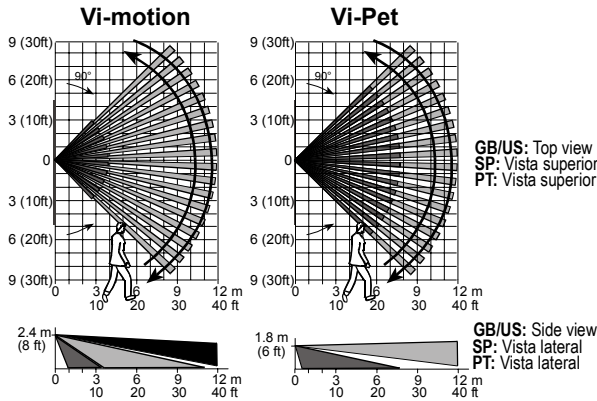

Fig. 2 - Coverage Pattern Walk-test / Prueba de detección del área de cobertura / Teste de passagem na área de cobertura
4. Test de andado - vea fig. 2. Camine a lo largo del final del modelo de cobertura en ambas direcciones. El LED debería lucir durante 2-3 segundos cada vez que se detecta su movimiento.
ÓPTICA (veja Fig. 2)
4. Teste de passagem - veja a fig. 2. Caminhe no extremo máxima da cobertura do detector em ambas as direcções. O LED deverá acender durante 2-3 segundos cada vez que detecta movimento.